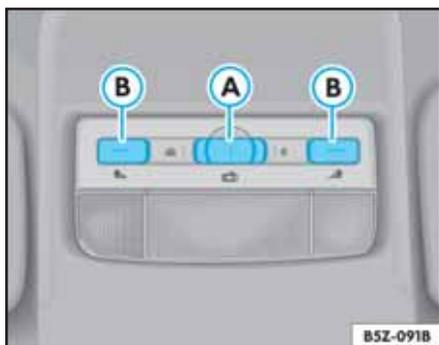

Fig. 73 Interruptor de las luces internas y luces de lectura delanteras
Las luces de lectura delanteras²²⁾ se encienden al presionar el interruptor  ⇒ fig. 73 (B). La luz interna se enciende automáticamente al abrir una de las puertas cuando el interruptor ⇒ fig. 73 (A) esté en posición central , manualmente, cuando el interruptor ⇒ fig. 73 (A) sea desplazado a la posición . En esta posición la luz queda permanentemente encendida.